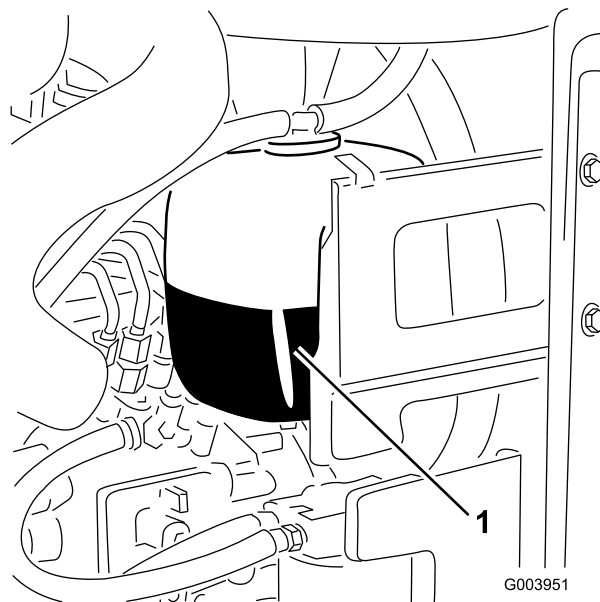

Figure 18
1. Vérifiez le niveau du liquide de refroidissement dans le vase d'expansion (Figure 18).